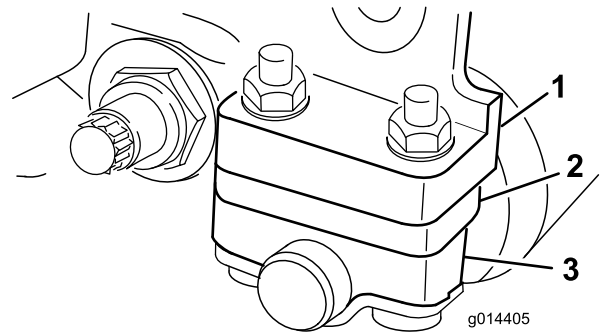
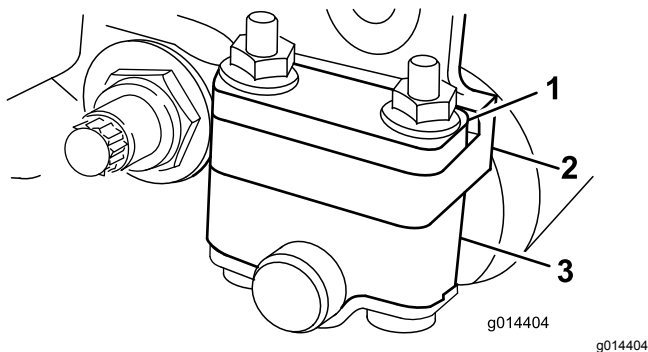

Figure 11
Figure 10
En fonction de votre gamme de hauteur de coupe souhaitée, réglez les supports du rouleau arrière (Figure 10 ou Figure 11) à la position basse ou haute :
- Placez l'entretoise au-dessus de la bride de fixation de plaque latérale (réglage d'usine) quand la hauteur de coupe est réglée entre 1,5 et 6 mm (1/16 et 1/4 po), comme illustré à la Figure 10.
- Placez l'entretoise en dessous de la bride de fixation de plaque latérale quand la hauteur de coupe est réglée entre 3 et 25 mm (1/8 et 1 po), comme illustré à la Figure 11.
4. Placez les entretoises sur les vis, au-dessus ou en dessous des supports de rouleau, selon les besoins (Figure 10 ou Figure 11).